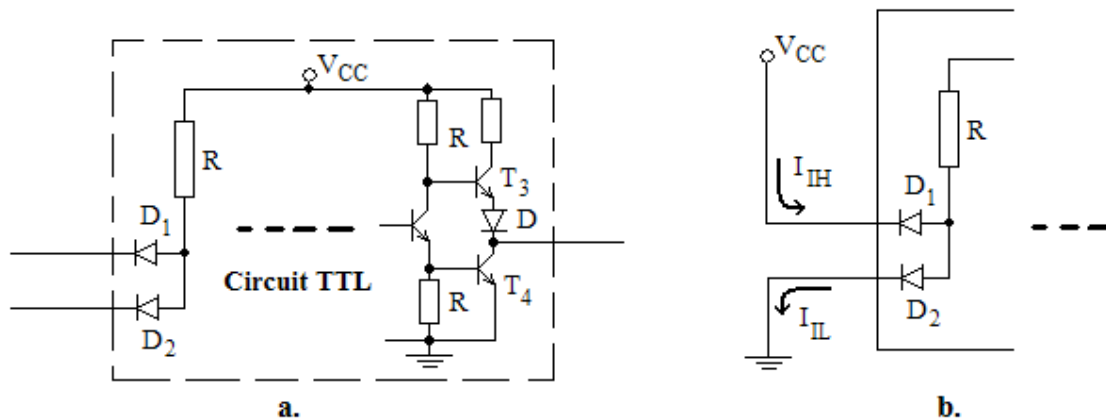

Fig.2. a. Structura unui circuit TTL
Indiferent de tipul și seria circuitului, o poartă tipică TTL are structura prezentată în fig.2. care cuprinde:
- Simbolul L la intrare – curentul de intrare I_{IL} are semn negativ (iese din circuit, fig.2.b.) și o valoare destul de mare (limitată de rezistența de intrare R);
- Simbolul H la intrare – curentul de intrare I_{IH} are semn pozitiv (intră în circuit, fig.2.b.) și o valoare destul de mică (este curentul invers al diodei de intrare);